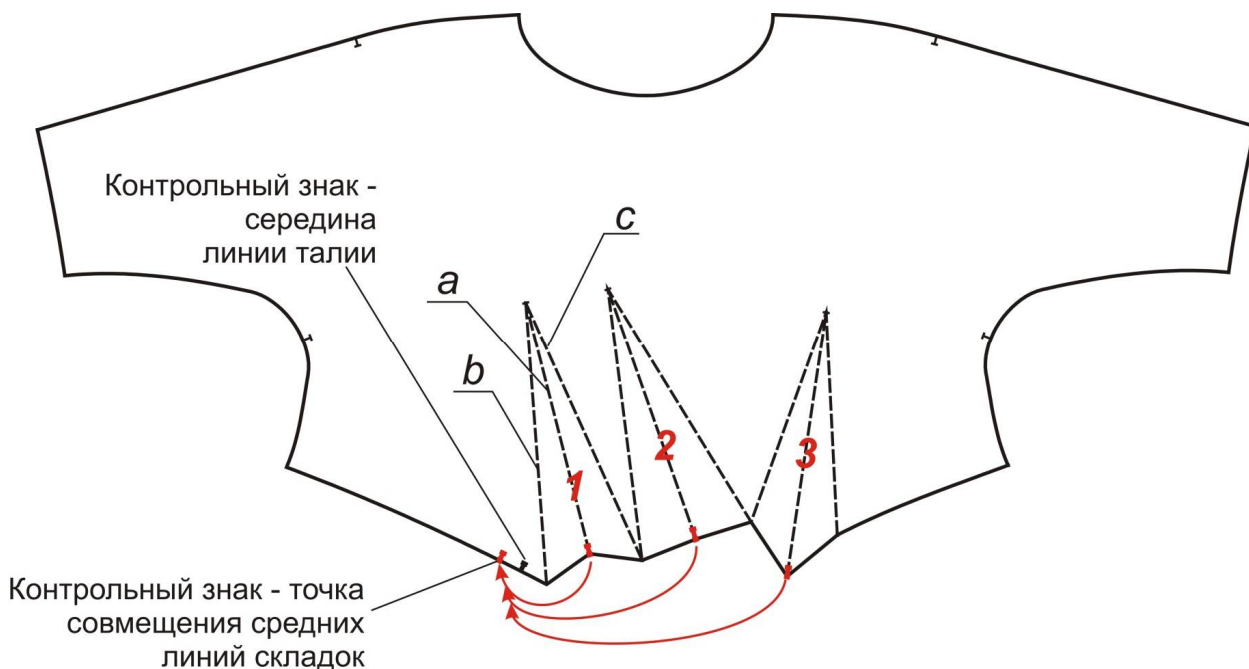

Рисунок 1
2. На детали лифа заложить и застрочить по линии талии три складки, начиная от складки, ближайшей к середине полочки (рис.1, складка 1), и заканчивая складкой, расположенной ближе к боковому срезу (рис.1, складка 3). Приутюжить.
- *средняя линия складки* (рис.1, линия **a**) – это линия, вдоль которой ткань складывается от себя изнаночной стороной,
- *линия слева* от средней линии складки (рис.1, линия **b**) – это линия, по которой ткань складывается к себе лицевой стороной, и линия справа;
- *линия справа* от средней линии складки (рис.1, линия **c**) – это линия совмещения, которая при закладывании складки совпадет с линией, намеченной слева от средней линии.
(В зависимости от размера, красный и черный контрольные знаки, показанные на рис. 1 могут поменяться местами)